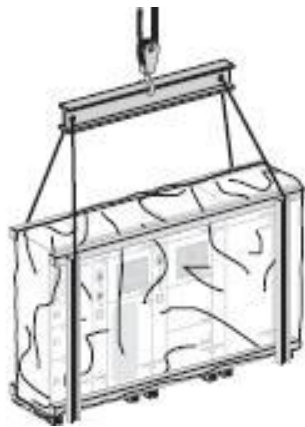

图3-4 搬运连接在一起的柜体
- 2) 使用与设备支撑部件接连在一起的起吊梁。（见图 3-4）